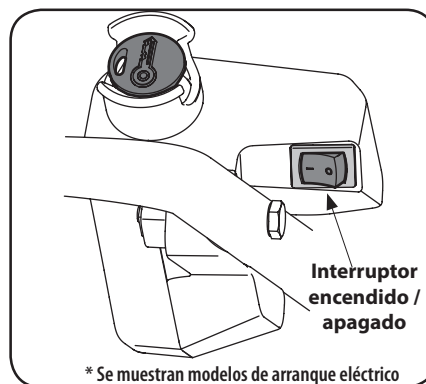

Figura 3-3
1. Oprima y mantenga apretado el interruptor de encendido/apagado hasta que se detenga el motor de la cortadora. Vea la Figura 3-3.